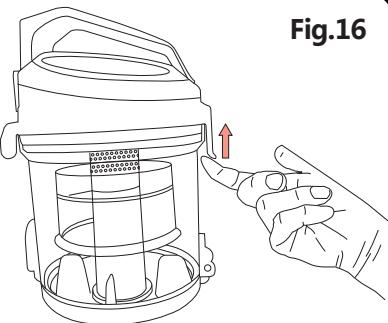

Fig.16
(3) Comme indiqué sur la fig.16, tournez l' anneau du filtre HEPA pour le séparer du compartiment.